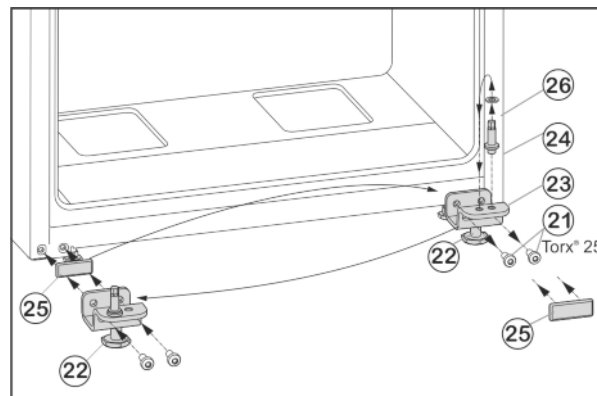

Fig. 7
- ▶ Upevňovací šrouby Fig. 7 (21) odšroubujte.
- ▶ Vyměňte spodní stojan ložiska Fig. 7 (23) i s ložiskovým čepem Fig. 7 (24), podložkou Fig. 7 (26) a seřizovací nožkou Fig. 7 (22).
- ▶ Ložiskový čep Fig. 7 (24) kompletně odšroubujte i s podložkou Fig. 7 (26), přemístěte do protilehlého upínacího otvoru stojanu ložiska a opět přišroubujte.
- ▶ Krycí desku Fig. 7 (25) opatrně sejměte a přemístěte ji na protější stranu.
- ▶ Spodní stojan ložiska Fig. 7 (23) opět kompletně, i s ložiskovým čepem Fig. 7 (24), podložkou Fig. 7 (26) a seřizovací nožkou Fig. 7 (22), případně s pomocí akumulátorového šroubováku **silou (4 Nm)** našroubujte na nové straně závěsu dveří.
- ▶ Spodní dveře nasadte shora na ložiskový čep Fig. 7 (24).
- ▶ Seřizovací nožku Fig. 7 (22) na spodním stojanu ložiska Fig. 7 (23) vytácejte, až dosedne na zem.